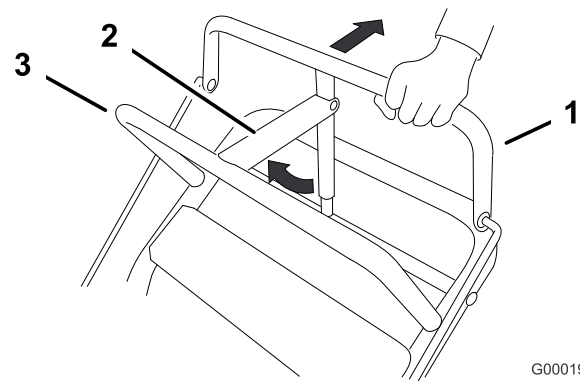

Bild 7
1. Ziehen Sie den oberen Schaltbügel (**Bild 7**) zurück und halten Sie ihn in dieser Stellung.
2. Heben Sie den Feststellbremshebel (**Bild 7**) hoch und lassen den oberen Schaltbügel langsam los. Der Bremshebel sollte in der aktivierten (gesperrten) Stellung bleiben.